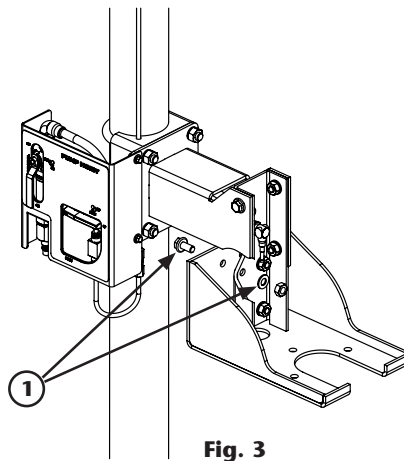

Fig. 3
1. Para os modelos (391020, 391020.270, 391023, 391021). Posicionar o suporte da propulsora e fixar ao braço do suporte, com os parafusos (1) (fig. 3).